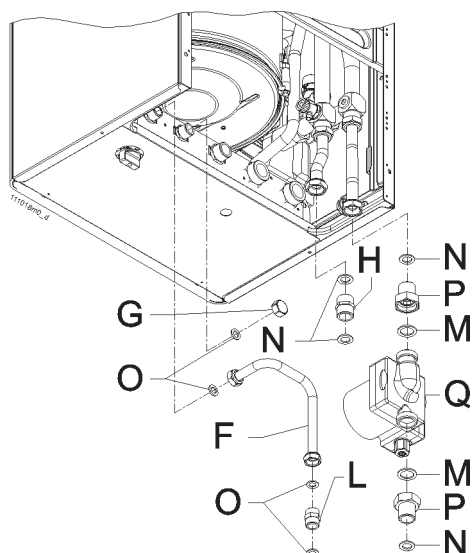

Figura 16 - Collegamento bollitore B-WR a caldaia modello BME, BMS, CLS e AXIA.
- bollitore B-WR e caldaia serie Ei/H vedere figura 16;
La pompa ("Q" di figura 16) come indicato nel capitolo 4.7.1 è presente solamente nel kit di collegamento bollitore modello B-WR con caldaia modello BME, BMS, CLS ed AXIA, e viene fornita completa di cavo di alimentazione elettrica. Eseguire il collegamento come di seguito: